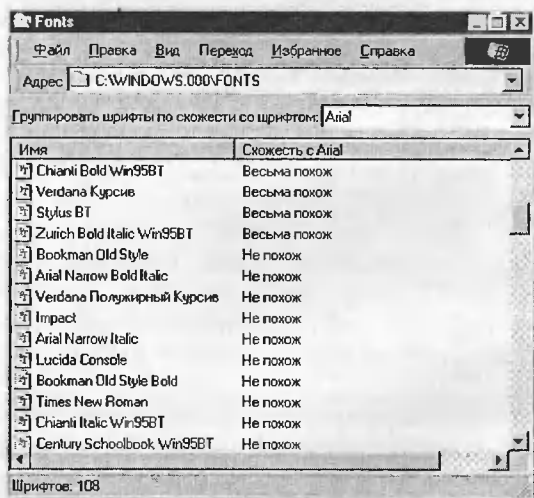

Рис. 1.32. Режим отображения шрифтов *Группировать схожие шрифты*
- **группировать схожие шрифты** – данная команда расставляет шрифты по признаку схожести с каким-либо выбранным шрифтом (для его выбора служит раскрывающийся список в правой верхней части диалогового окна) (см. рис. 1.32);